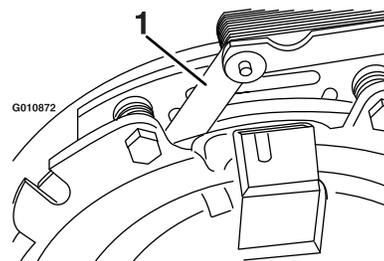
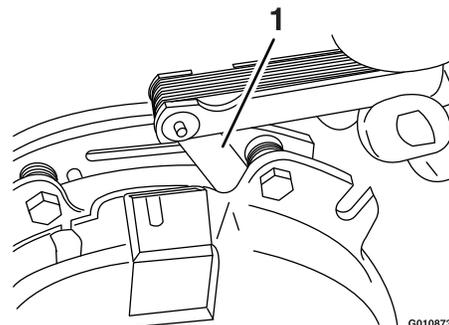

Figura 85
Figura 86
- E. Usando una galga de 0.25 mm (0.01"), compruebe la presencia de un espacio entre el rotor y la cara de la armadura en ambos lados del polo del freno, según se indica en Figura 85 y Figura 86.